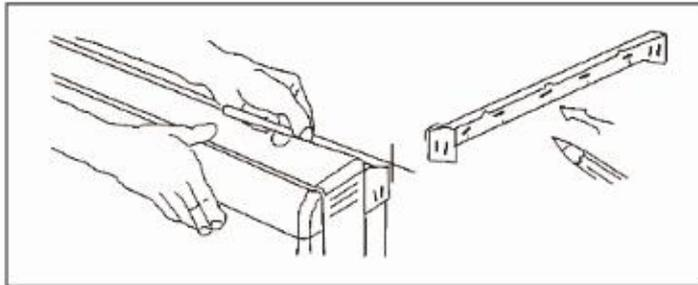

图 2
将电暖器贴近墙壁，标划墙壁托架的两个外角位置，标划完毕，拆除电暖器顶部的螺钉，将墙壁托架拆下，然后托架对准标划的位置将其牢固的固定在墙壁上。见图2。
- 1.按照图2拆下墙壁托架，将墙壁托架固定。